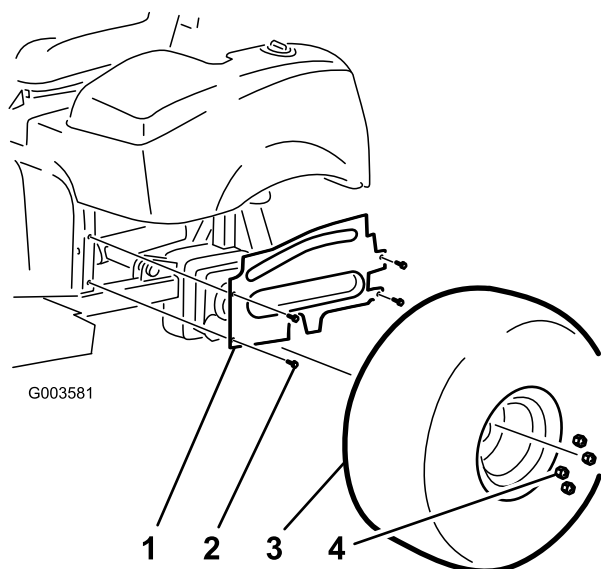

Figura 8
7. Montate sul telaio il paraflamma sinistro usando le viti a testa flangiata tolte in precedenza (Figura 8).
8. Montate il pneumatico posteriore sinistro (Figura 8).